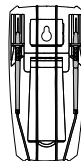

Рис. 7.2
2. Использовать для фиксации обеих измерительных щупов в нерабочем состоянии мультиметра при его хранении (рис. 7.2).